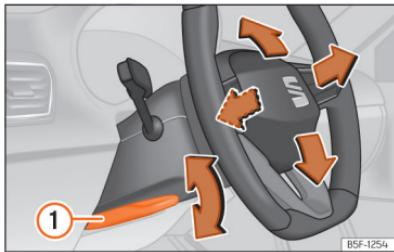

Fig. 71 Alavanca na parte inferior do lado esquerdo da coluna de direção
- Puxe a alavanca **Fig. 71 ①** para baixo, mova o volante até à posição desejada e volte a subir a alavanca até ao ponto de fecho.
- Após ajustar a coluna da direção, empurre firmemente a alavanca **Fig. 71 ①** para cima para que o volante não mude de posição acidentalmente durante o andamento.